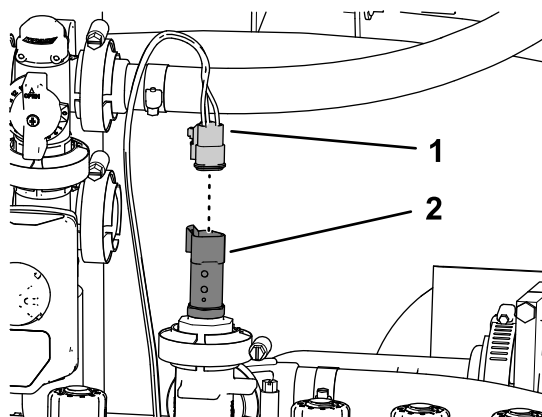

Figura 132
- Inserite il connettore a 3 prese della diramazione di 61 cm del cablaggio preassemblato del kit indicato come CUNEO VERDE DEL TRASDUTTORE DI PRESSIONE nel connettore a 3 pin del trasduttore di pressione (Figura 132).